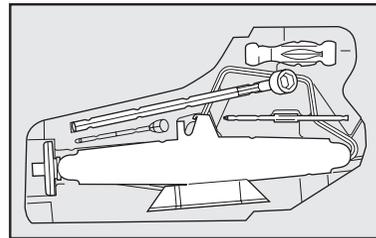

fig. 27
**14)** Colocar o macaco no suporte das ferramentas **fig. 27**, encaixando de modo a evitar vibrações, ou que se solte durante a marcha;